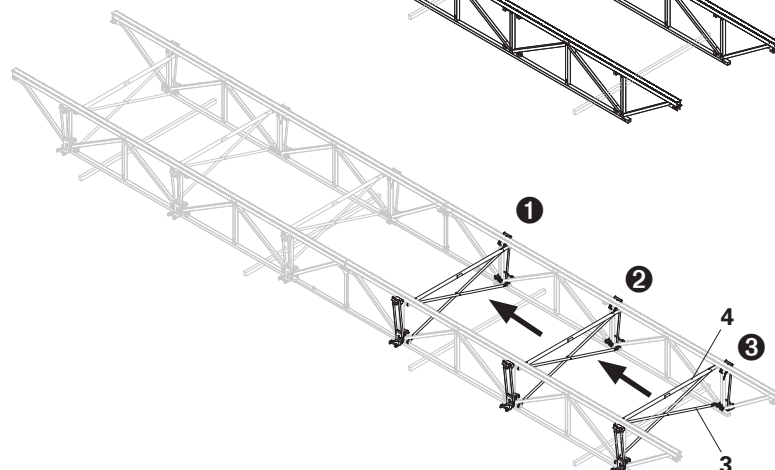

Fig. A2.10
Installez le diagonale (3) et l'Entretoise (4) correspondant à la séquence 1 à 3. (Fig. A2.10)